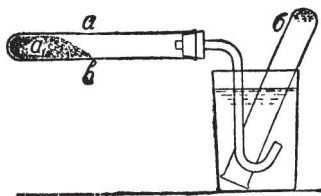

Рис. 10
■ **Опыт 2.** Составьте прибор, как на рис. 10. Насыпьте в пробирку *a* углемедной соли ( $a_1$ ) примерно столько, сколько показано на рисунке. Закройте пробирку пробкой с трубкой и укрепите в зажиме штатива. Вторую пробирку *b* наполните до краев водой, заткните пальцем, переверните, погрузите в воду и отнимите палец под водой. Таким же образом погрузите в стакан еще одну пробирку. Когда все готово, начните нагревать углемедную соль.
Нагревайте сначала в месте, обозначенном на рис. 10 буквой *b*, а затем постепенно подвигайте пламя к доньшку пробирки. После того как из газоотводной трубки начнут выделяться пузырьки газа, выждите некоторое время, чтобы газ вытеснил из пробирки *a* находящийся там воздух, и затем соберите газ в пробирки над водой.